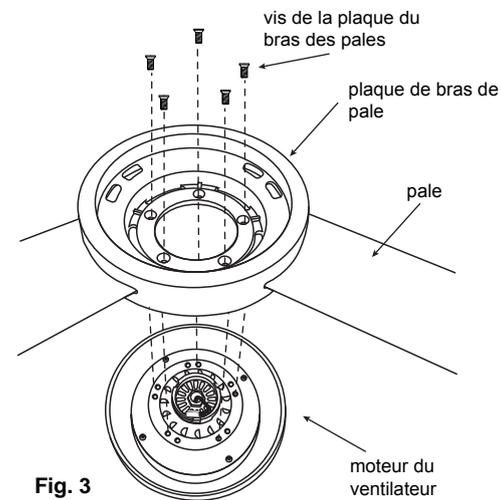

Fig. 3
Étape 1. Alignez les 5 trous de la plaque du bras de la pale sur le moteur du ventilateur. Fixez-le avec les 5 vis de bras de pales fournies (Fig. 3).